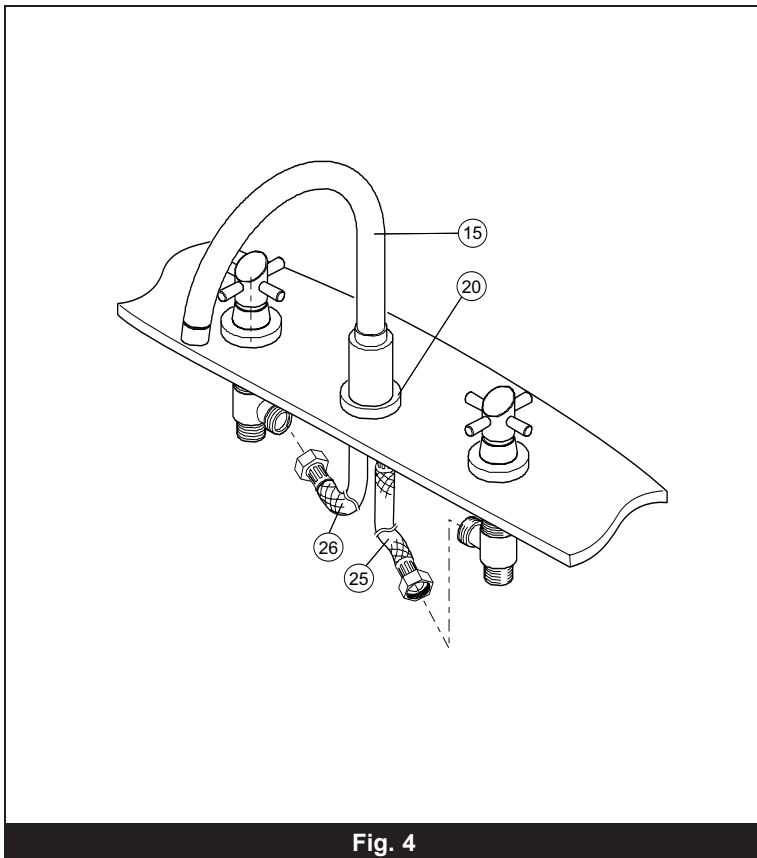

Fig. 4
Connect the flexible hoses (25 and 26) to the water valves (11). **Fig. 4**.
Raccorder les boyaux flexibles (25 et 26) aux valves d'entrée d'eau (11). **Fig. 4**.
Conectar los tubos flexibles (25 y 26) a las válvulas de entrada de agua (11). **Fig. 4**.